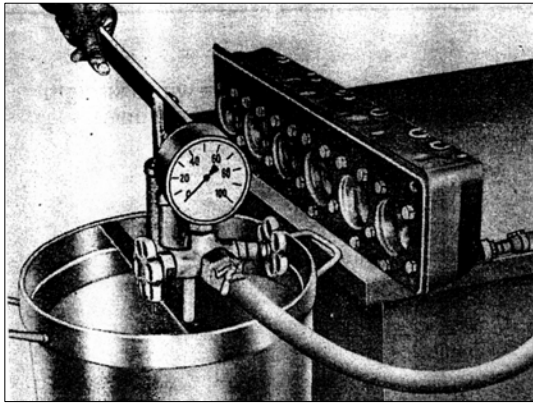

РИС. 68
- 4) Подсоедините другой конец водяного шланга к ручному водяному насосу, опущенному в ёмкость с горячей водой, желательно с температурой 70° – 80°С (рис. 68).